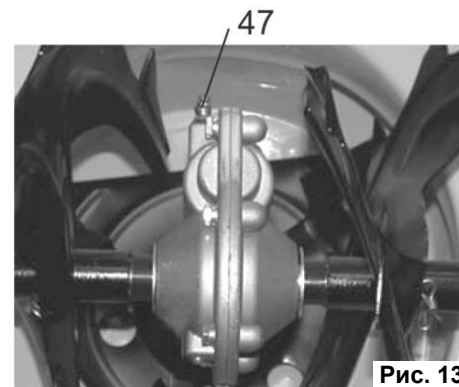

Рис. 13
- Выкрутите штуцер (47)(См. Рис.13), используя шприцеватель (в комплект не входит) закачайте около 100 г густой смазки в редуктор.